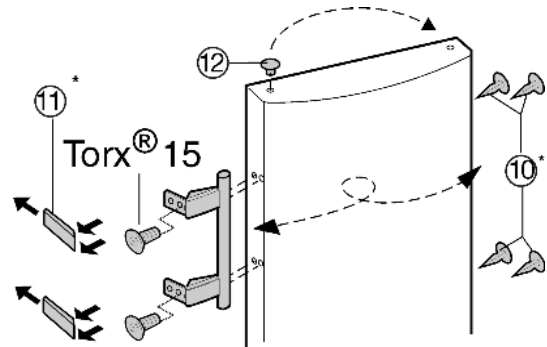

Fig. 9
- Irrota tulpat Fig. 9 (12) oven saranaholkeista ja vaihda vastakkaiselle puolelle.
- Ovenkahva, tulpat Fig. 9 (10) ja aluslevyt Fig. 9 (11) irrotetaan ja vaihdetaan toiselle puolelle.